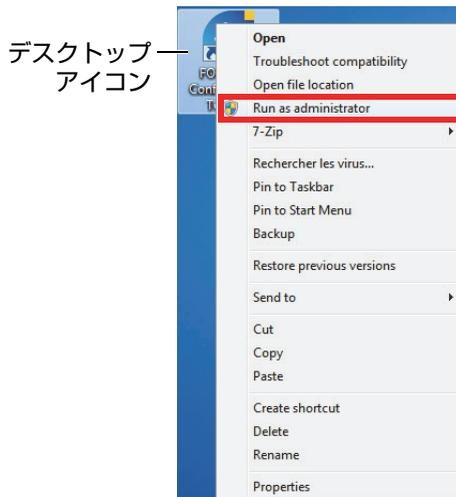

図 5-1 構成ツールを開く
- ◆ デスクトップで構成ツールアイコンを右クリックし、[ **管理者として実行** ] > [ **はい** ] をクリックします (図 5-1 ページの 24 を参照)。
| 図 5-1 | 構成ツールを開く .....                         | 24 |